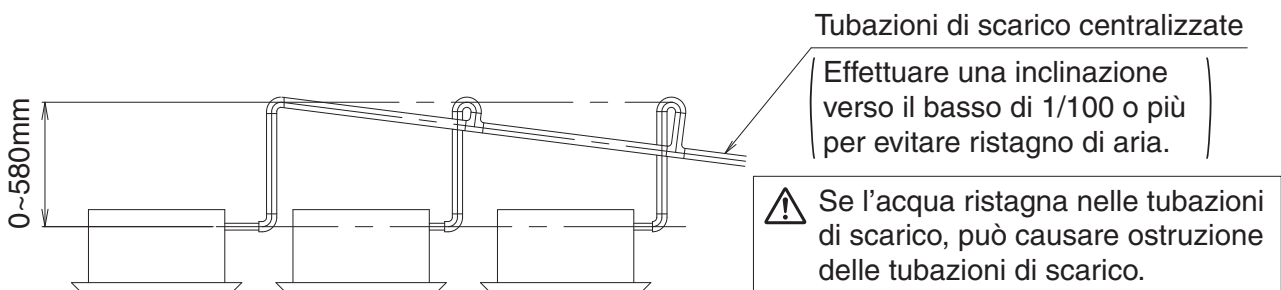

Fig. 14
- Per evitare di dover applicare una forza eccessiva al tubo flessibile di scarico (1) fornito, evitare di curvarlo o di torcerlo. Ciò potrebbe causare perdite di acqua.
- Nel caso di tubazioni di scarico centralizzate, eseguire il lavoro tubazioni secondo la procedura illustrata nella seguente **Fig. 14**.